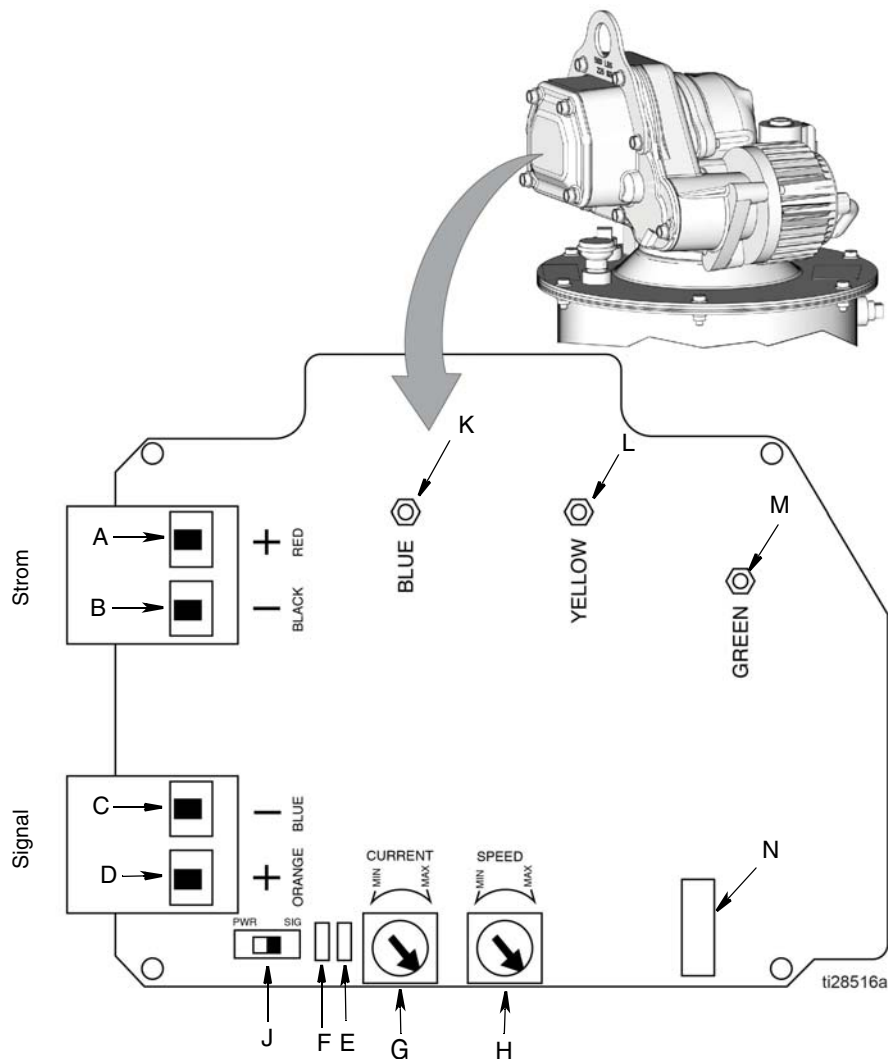

ABB. 8
- Wenn der Pumpensteuerschalter (J, ABB. 8 Seite 10) auf Signalmodus eingestellt ist, läuft der Motor/die Pumpe, wenn an den Signal- und Stromanschlüssen Spannung angelegt wird.
- Wenn der Pumpensteuerschalter (J, ABB. 8 Seite 10) auf Strommodus eingestellt ist, läuft der Motor/die Pumpe, wenn an den Stromanschlüssen Spannung angelegt wird. Die Signalanschlüsse benötigen keine Spannung.